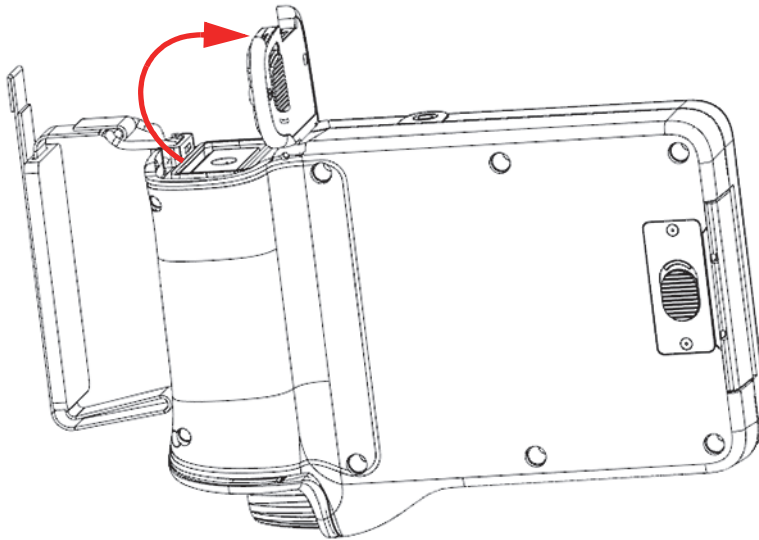

Figure 4-2 Compartiment à batterie – Couvercle ouvert
3. Soulevez le couvercle pour l'ouvrir complètement (Figure 4-2 à la page 46).